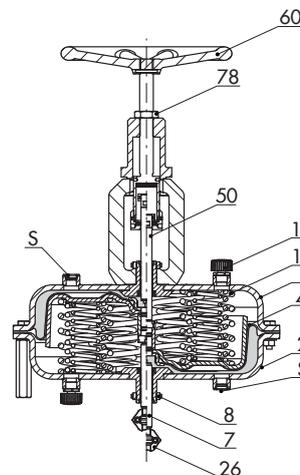

図. 11: タイプ 3271、750v2 cm2 および追加のハンドホイール付き
- **タイプ 3271 またはタイプ 3277・追加のハンドホイール** を操作部面積 175v2 ~ 750v2 cm2 のアクチュエータに取り付け可能 (図. 6 および 図. 11)